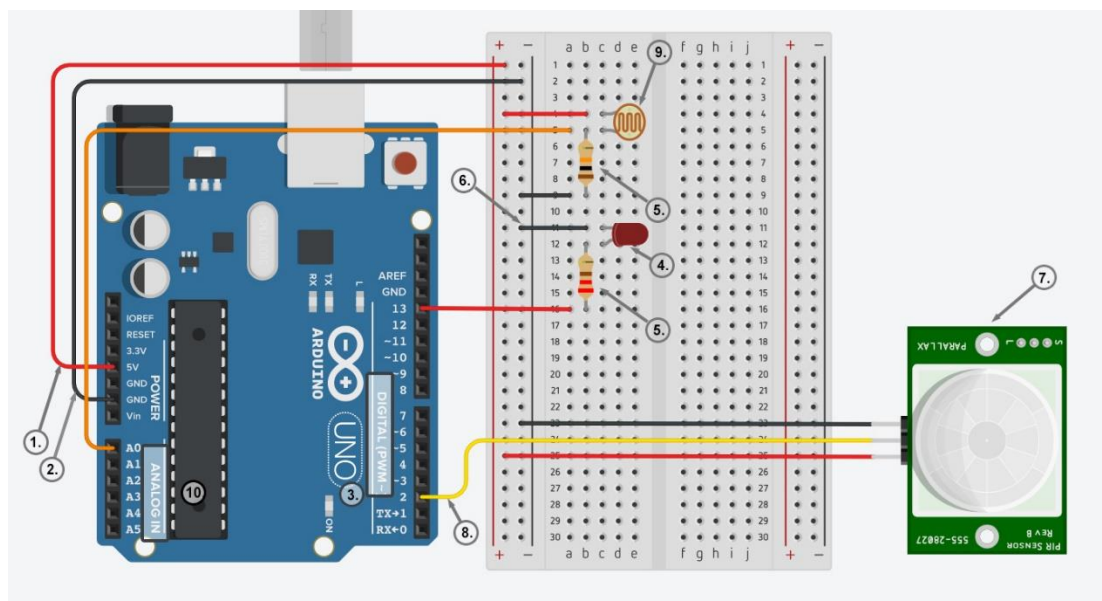

Figura 2: Schema del circuito
Lo schema seguente (Figura 2) presenta il modo in cui i componenti del circuito, cioè un LED, un sensore PIR e un fotoresistore (opzionale), devono essere collegati. All'inizio, la breadboard dovrebbe essere alimentata con l'alimentazione (5V) (1) e la massa (GND) (2), attraverso ponticelli che si collegano rispettivamente alle colonne + e - della breadboard. Utilizzare uno dei pin digitali (3) (pin 13 nell'esempio) per collegare l'anodo del vostro LED (4) attraverso la resistenza da 220Ω (5). Collegate il catodo del vostro LED a terra (6) per creare un circuito chiuso. Utilizzate, ancora una volta, uno dei pin digitali (3) (pin 2 nell'esempio) per collegare il pin di segnale (8) del vostro sensore PIR (7). Usate i due pin rimanenti per fornire l'alimentazione a 5V e la messa a terra al vostro sensore. Collegare uno dei piedini del fotoresistore (9)